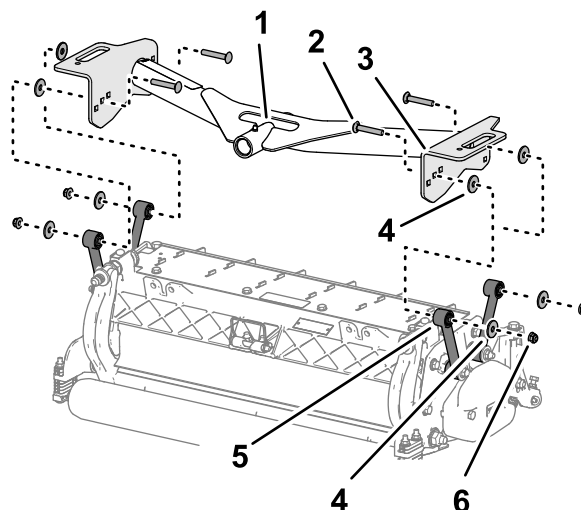

Bild 17
1. Richten Sie die Löcher in den Platten des vorderen Trägerrahmens auf die Löcher in den Montageplatten des Mähwerks aus (**Bild 17**).
2. Legen Sie eine Unterlegscheibe zwischen der Trägerplatte und dem Lenker ein (**Bild 17**) und montieren Sie die Platten und das Distanzstück lose mit einer Schlossschraube ($\frac{3}{8}$ " x $2\frac{1}{4}$ "), einer Unterlegscheibe und einer Sicherungsbundmutter ($\frac{3}{8}$ ").